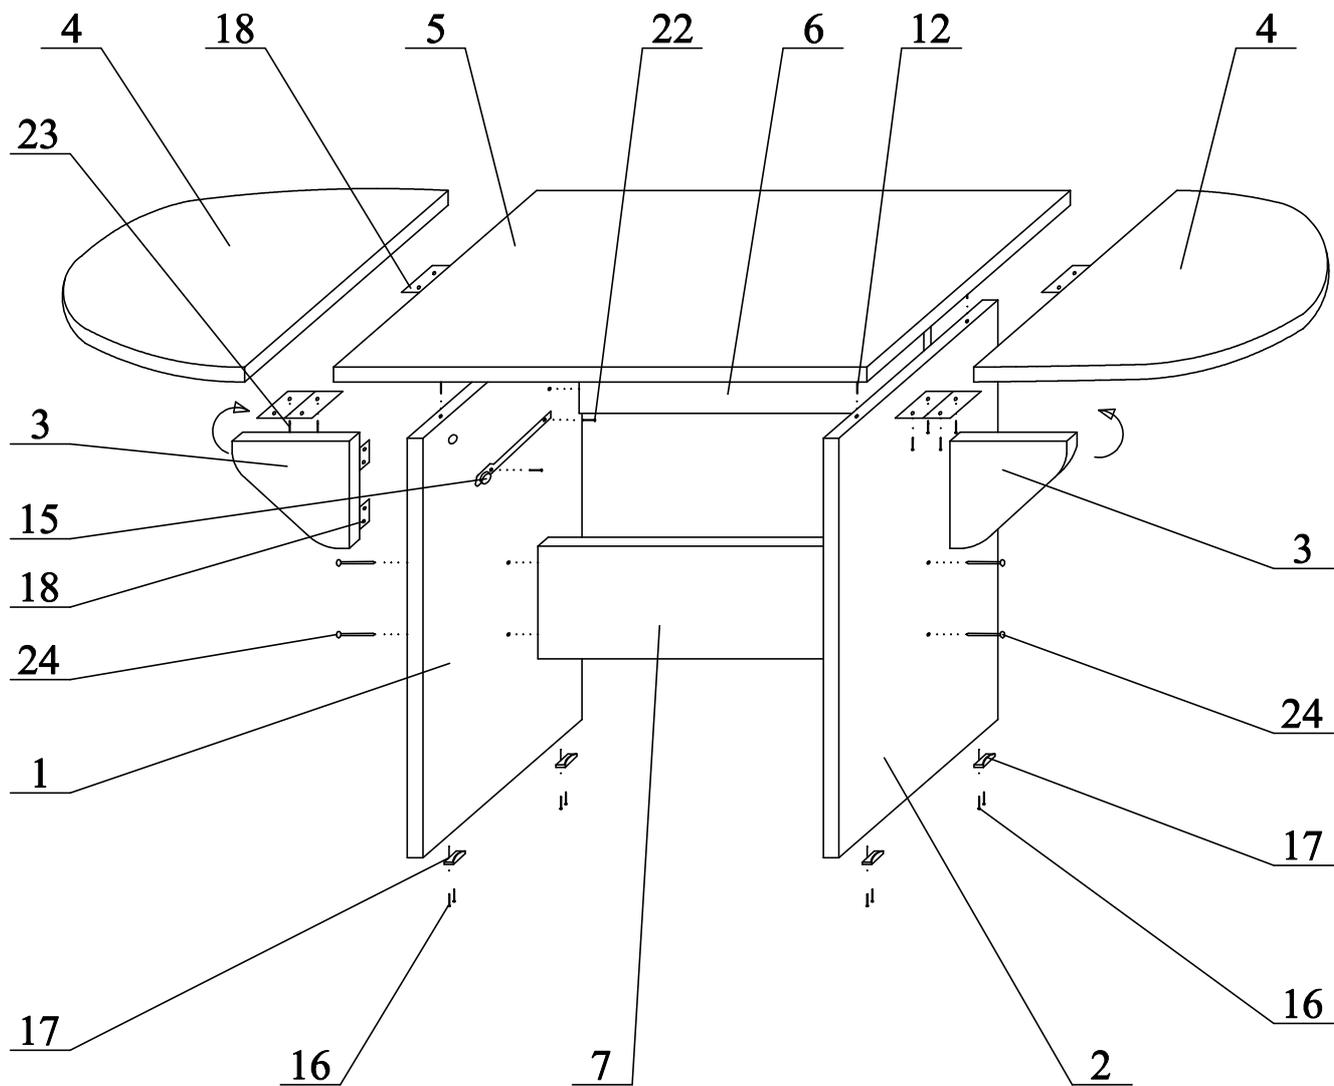
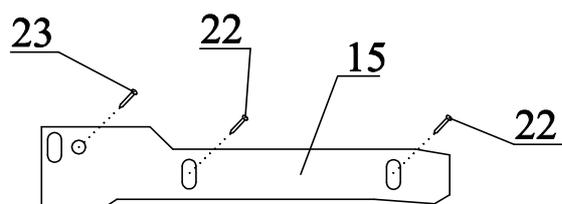

Рис. 1 Схема сборки стола
Рис. 3 Крепление направляющих
1. К боковинам (1, 2) прикрутить направляющие (15) с помощью желтых саморезов (22) (рис.1 и рис.3);
2. В столешницу среднюю (5) вкрутить штоки эксцентрика (12);
3. К опорам боковым (3) и столешницам боковым (4) прикрутить петли (18) с помощью саморезов (23).
1. К боковинам (1, 2) присоединить царги (6, 7) с помощью конфирматов (24);
2. К полученной конструкции присоединить столешницу среднюю (5) с помощью эксцентриков (13);
3. К боковинам (1, 2) прибить подпятники (17) гвоздями (16);
4. К боковинам (1, 2) присоединить опоры боковые (3) с помощью петель (18) и саморезов (23) так, чтобы опоры (3) закрывались назад (как на рис.1);
5. К столешнице средней (5) присоединить столешницы боковые (4) с помощью петель (18) и саморезов (23).
1. На конфирматы (24) установить заглушки конфирмата (20);
2. На эксцентрики ящиков (13) установить заглушки эксцентрика (19);
3. Установить ящик на направляющие (15) на боковинах (1, 2); если ящик установлен неровно, то необходимо произвести регулировку направляющих на боковинах стола; после регулировки вкрутить саморез (23) (рис.3).